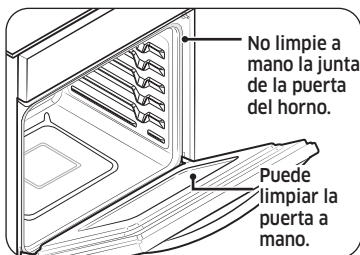

Fig. 2
- No limpie la junta. El material de fibra de vidrio de la junta de la puerta del horno no resiste la abrasión. Es esencial que la junta permanezca intacta. Si nota que la junta se gasta o deteriora, debe reemplazarla. (Fig. 2)